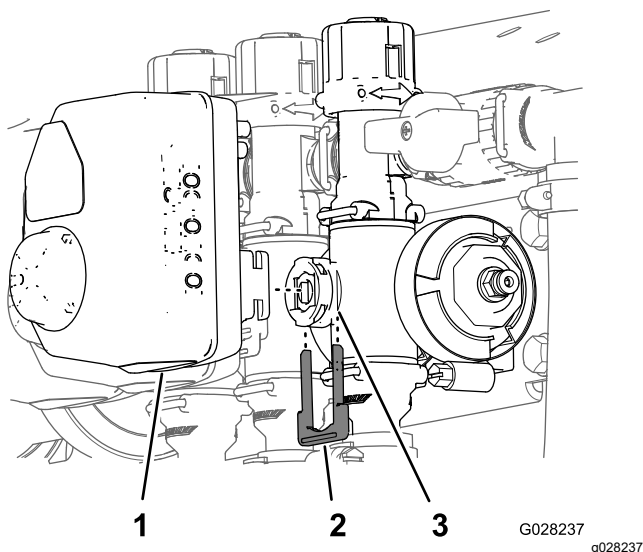

Рисунок 67
3. Снимите держатель, который крепит привод к коллекторному клапану управления интенсивностью, перемешивания, главному клапану секций или клапану секции (Рисунок 67).